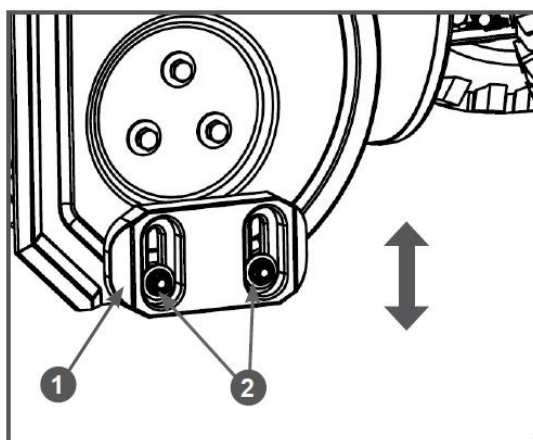

Рис. 5 Регулировка высоты забора снега
2. Открутите гайки 2 крепления полозка 1 на 1-2 оборота и установите полозок на необходимую высоту (Рис. 5). Снова затяните гайки.